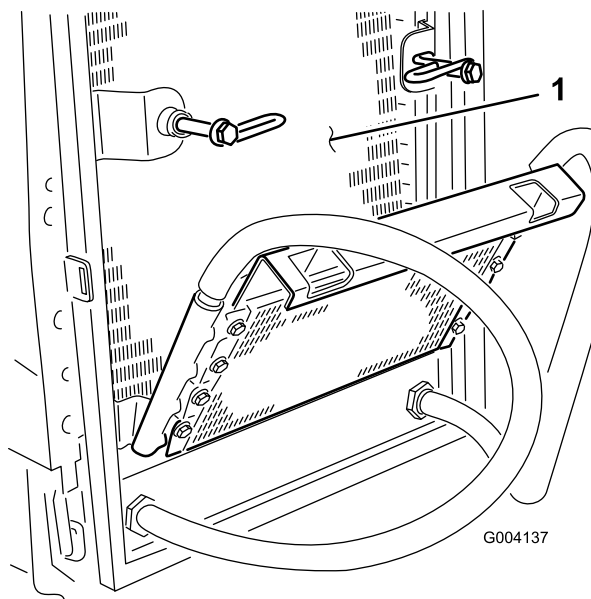

Figura 70
6. Limpe os dois lados do dispositivo de arrefecimento de óleo e o radiador (Figura 70) com ar comprimido.